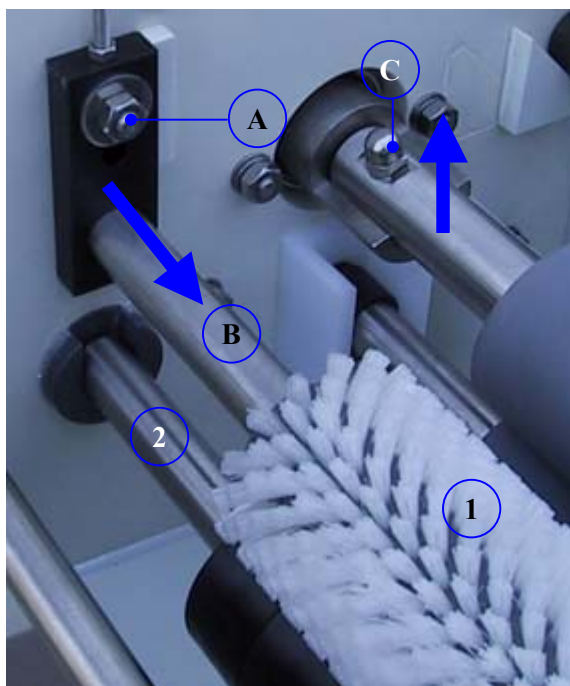
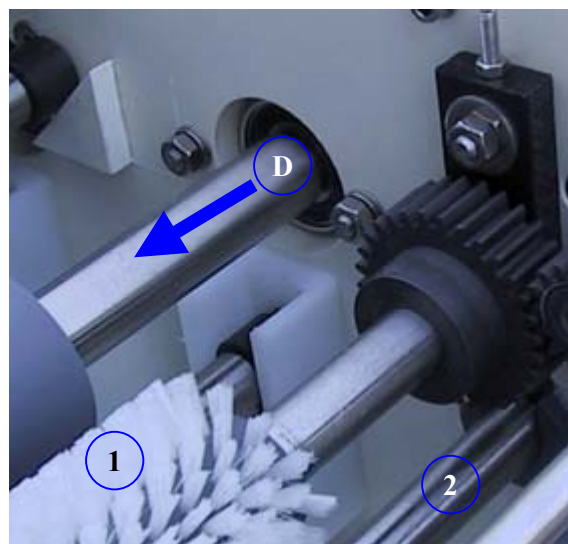

Figura 15.3
Figura 15.2
- Smontare i rulli svitando il dado con chiave da 13mm (Figura 15-2 Pos.C) sfilarli sollevandoli dalla propria sede, quindi estrarli dai cuscinetti (Figura 15-3 pos. D).